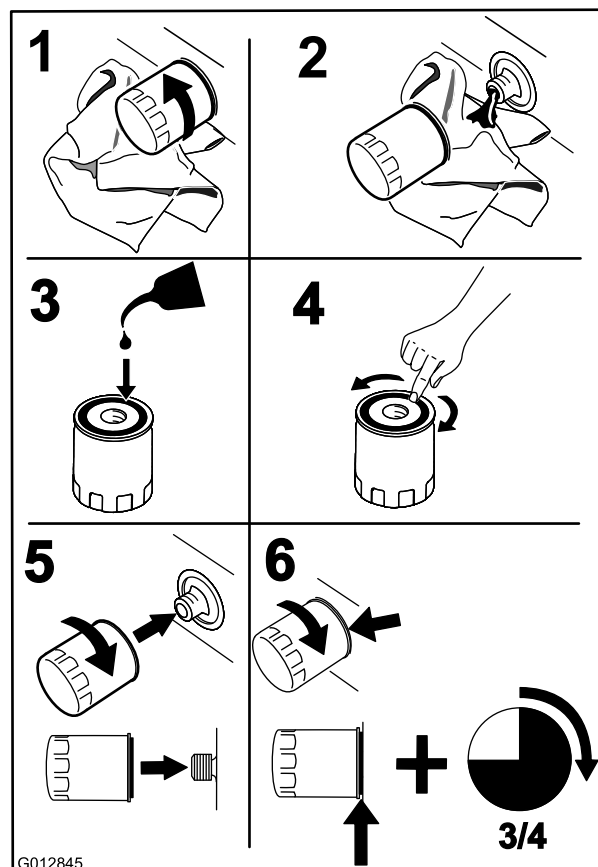

Figura 48
3. Cambie el filtro de aceite del motor (Figura 48).